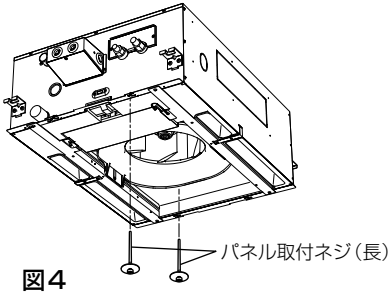
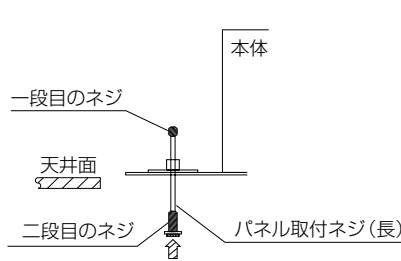
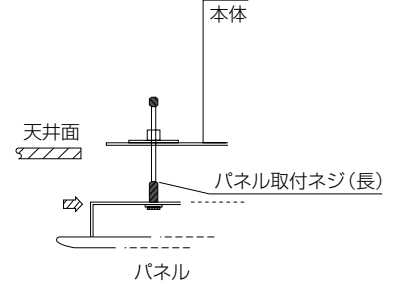
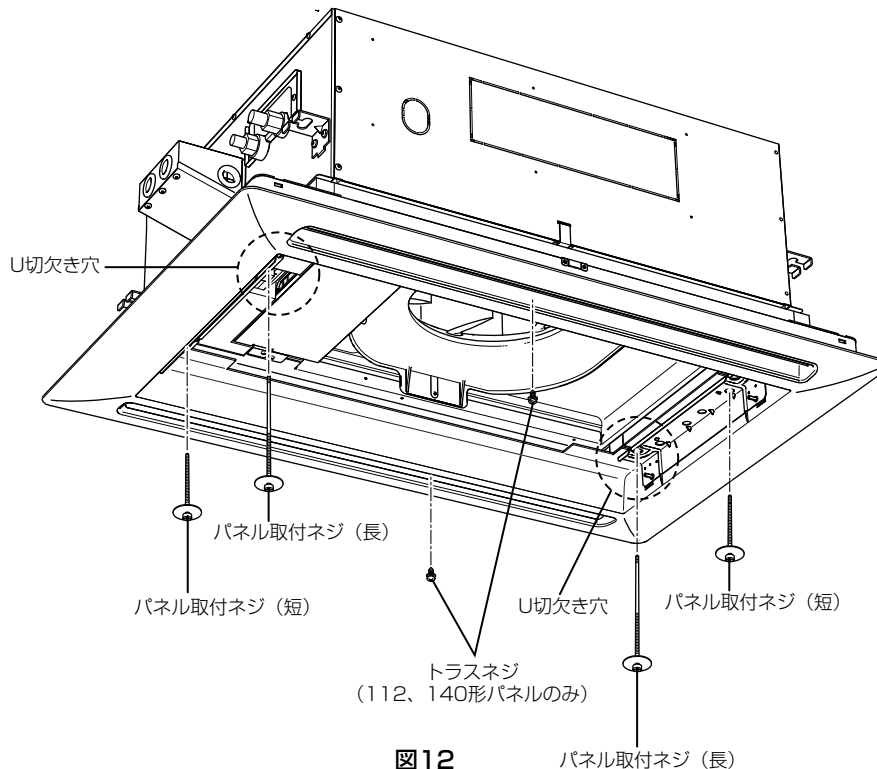

図4
図5
図6
図12
化粧パネルを取付ける前に、パネル取付ネジ（長）2本を図4の位置に対角で仮止めします。（図5のとおりパネル取付ネジ（長）の一段目のネジ部がユニット本体のナットを通抜ける位置までねじ込みます。）次に化粧パネルを取付けますが、オートベーンのコネクター部が必ず配管側になるよう方向に注意してください。
方向を合わせたら仮止めしたパネル取付ネジ（長）にパネル本体吸込口部の切欠き穴を引掛けます。（図6）最初に反配管側、次に配管側を引掛けます。（図12）（配管側はパネル取付ネジ（長）を内側に押し引掛けると作業が楽に行えます）この状態でパネル本体は仮止めされますが、パネルを持ち上げたり、強く揺らすと外れることがありますので、パネル取付ネジ（短）2本で残りの2カ所を取付けてください。
2. 1が完了しましたら図5および図6で仮止めしていた取付けネジ (長) および (短) とトラスネジを締め付けてください。(図12)